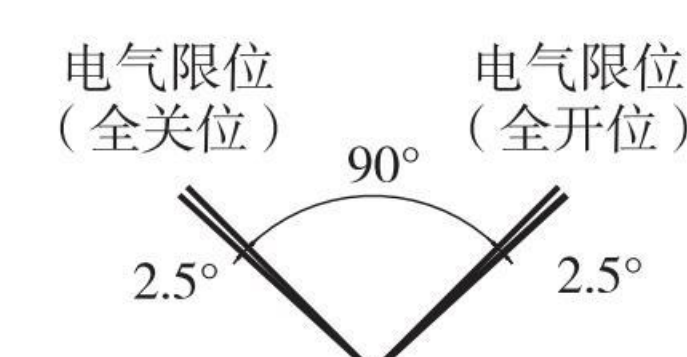

图7
**特别提示：**调试完成后,执行器电气限位位置与机械限位位置必须满足(图7)要求. 如果机械限位超前或重合于电气限位,将会造成执行机构电机堵转,发热甚至导致电机烧毁.